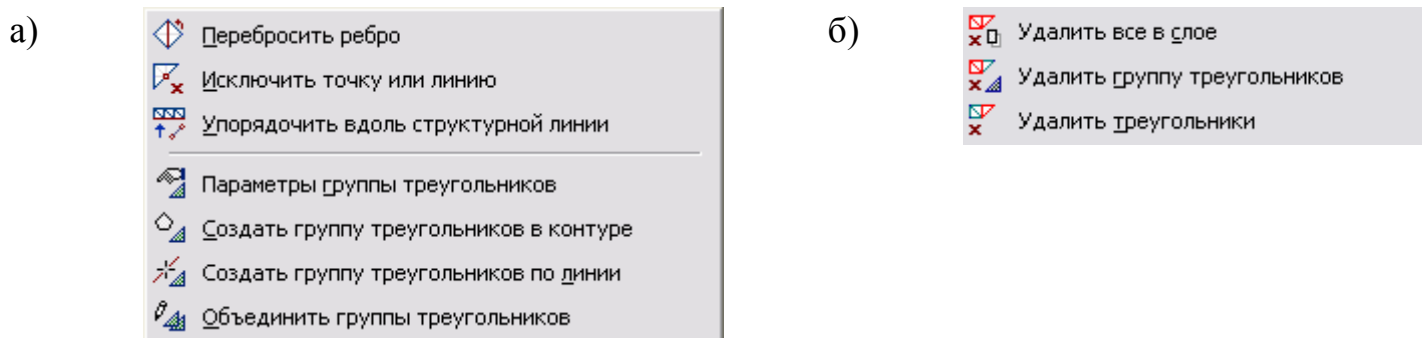

Рис.9. Виды команд для: а) редактирования поверхности; б) удаления поверхности
Для переброски ребер треугольников выберите в меню Поверхности команду Редактировать поверхность / Перебросить ребро (рис.9а) или соответствующей командой в панели инструментов. Наведите курсор на неверно сориентированное ребро и двойным нажатием левой клавиши мыши осуществите пе-
3) использовать команду Удалить поверхность / Удалить все в слое в меню Поверхность (рис.9б), а затем на локальной панели инструментов нажать кнопку Применить построение и повторно создать поверхность. *Внимание, данный метод не рекомендуется использовать, если вы уже пользовались методом переброски ребер треугольников.*